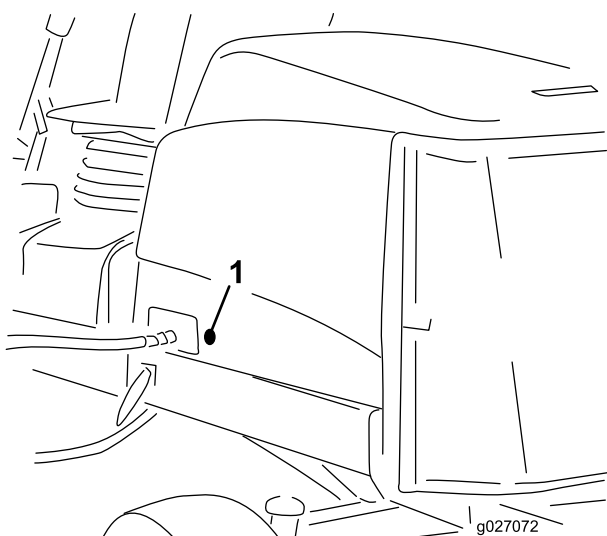

Figura 18
2. Retire o olhal de borracha do orifício do lado esquerdo do capot (Figura 18).